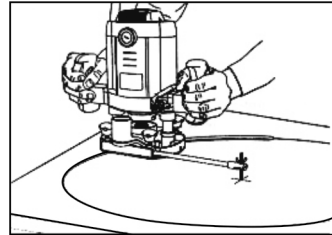

Fig. 4 – Fresando raios com o gabarito
- a. Monte a guia conforme mostra a Fig. 4;
- d. Coloque o pino central conforme mostra a Fig. 4 acima.